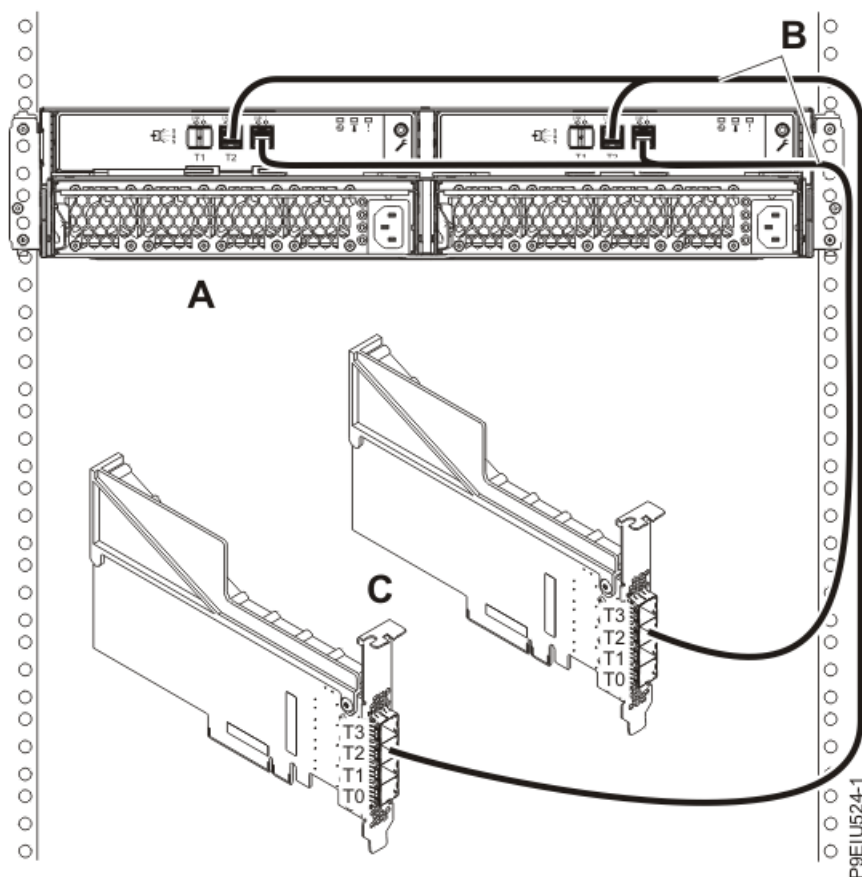

図 20. 2 本の Y012 ケーブルを使用した、システム内の PCIe スロット C09 および C12 にある 2 つの FC EJ0K SAS アダプターへの 1 台の ESLS ストレージ・エンクロージャー のモード 2 接続
20. 25 ページの図 20 に示すように、1 台のエンクロージャ (A) を 2 本の Y012 ケーブル (B) で、システム内の PCIe スロット C09 と C12 にある FC EJ0K アダプター (C) にモード 2 接続します。その後、29 ページの『ケーブルと電源コードの接続およびカバーの取り付け』に進みます。